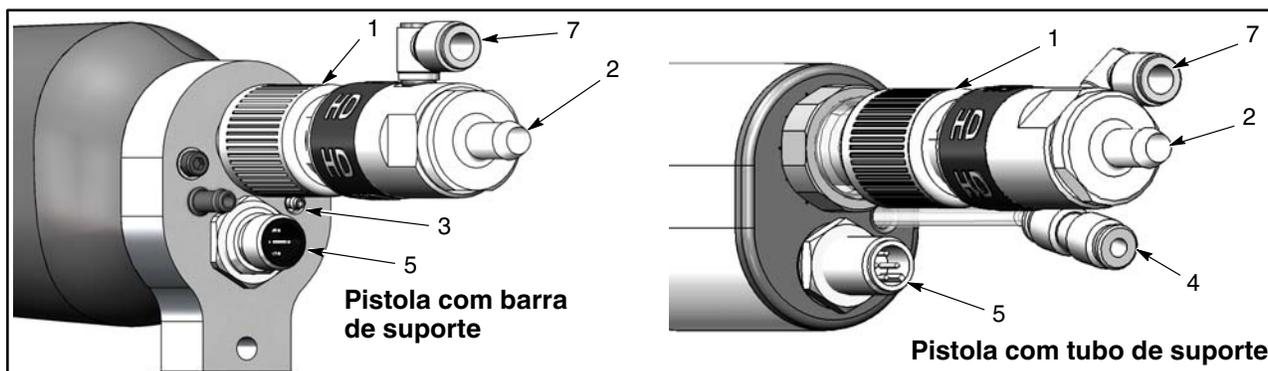

Figura 3-3 Ligações da pistola
1. Consulte a figura 3-3. Ligue a mangueira de alimentação de pó ao conector da mangueira (2). O conector pode ser desligado da pistola desenroscando a porca de fixação (1) e puxando-o para trás afastando-o da pistola.
2. Ligue o tubo transparente de 4 mm do ar de lavagem de eléctrodos à união estriada (3) (pistola com barra de suporte) ou à união do tubo (4) (pistola com tubo de suporte).
3. Ligue o tubo azul de 6 mm do ar de atomização à união do tubo (7).
4. Ligue o cabo da pistola à tomada do cabo da pistola (5) e aperte bem a porca do cabo.